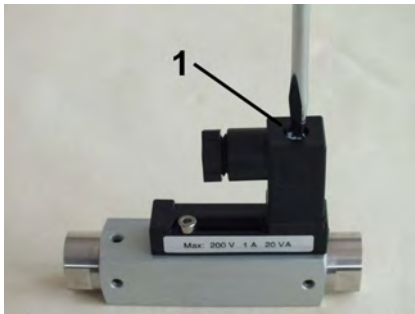

Abb. 20: Steckdose lösen
1. Befestigungsschraube (Abb. 20/1) von der Steckdose lösen
9. ➔ Steckerdose auf Gerätestecker stecken und Befestigungsschraube (Abb. 20/1) anziehen